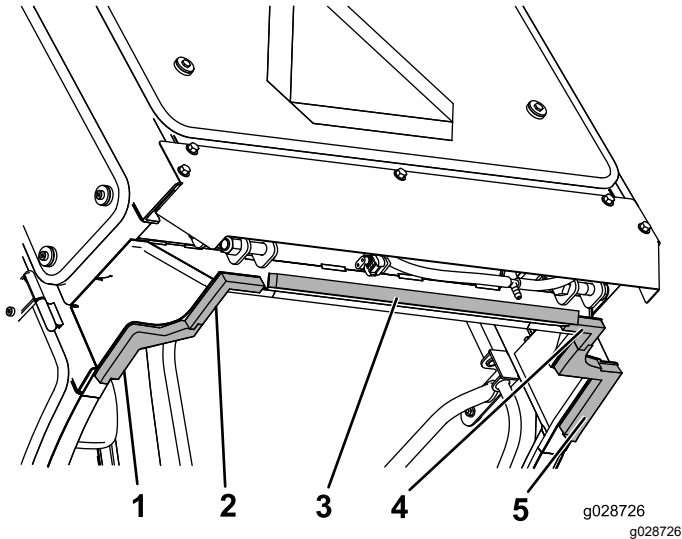

Figure 61
1. Appliquez le joint en mousse arrière sur la patte inclinée à l'arrière de la cabine, comme montré à la Figure 61.
2. Installez les joints en mousse arrière gauche et arrière droit sur les coins intérieurs du bord inférieur arrière du cadre de la cabine, comme montré à la Figure 61.
3. Alignez les bords intérieurs des joints en mousse centraux droit et gauche sur les joints en mousse arrière droit et gauche, et verrouillez les pattes ensemble (Figure 61).